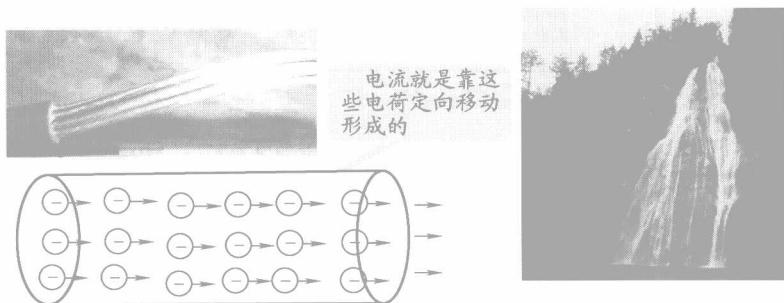

图1-7 电流的形成
电流是指电荷的定向移动，带电粒子（电子、离子等）的定向运动。即可以这样理解“电流即电荷的流动，如同山里水流一样”，如图1-7所示。形成电流的两个条件是：①有能够自由运动的电荷；②能够驱使电荷沿一定方向运动的电场。即可以这样理解“电流的形成，如同山里水流一样，需具备的两个条件：一要有水，二要有水能够流动的场地（地理）”。形成电流的带电粒子统称为载流子。